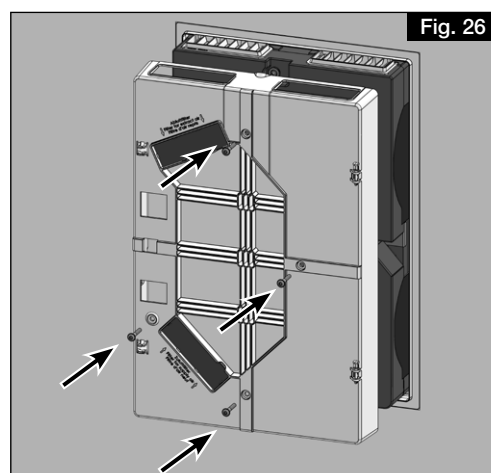

Fig. 26
8. Fixer le cadre au corps de l'appareil à l'aide de quatre vis (voir Fig. 26).